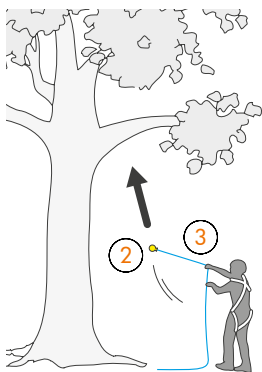

Fig. 1
Die Baumklettertechniken werden verwendet, um Bäume zu fällen und zu pflegen (Beschneiden, Verstärken, Lichten der Baumkrone, usw.) und kommen dort zum Einsatz, wo es unmöglich ist, externe Hilfsmittel einzusetzen (z.B. Arbeitsbühne). Der Zugang und der Ausstieg erfolgen normalerweise von unten und ermöglichen eine präzise Ausführung der Arbeiten in der Baumkrone. Der angemessen gesicherte Arbeiter kann sich sowohl senkrecht als auch waagrecht (Handhabung in der Baumkrone) bewegen. Um auf den Baum steigen zu können, muss eine „Wurfleine“ verwendet werden. Man wirft ein Gewicht (2), das an eine leichte Schlinge gebunden ist, der Wurfleine, über eine Astgabel mit ausreichendem Durchmesser, um als Ankerpunkt zu fungieren (Abb. 1). Mit der Wurfleine wird ein Seil (11) verbunden (Abb. 3), mit welchem der Arbeiter auf zwei verschiedene Weisen auf den Baum steigen kann: